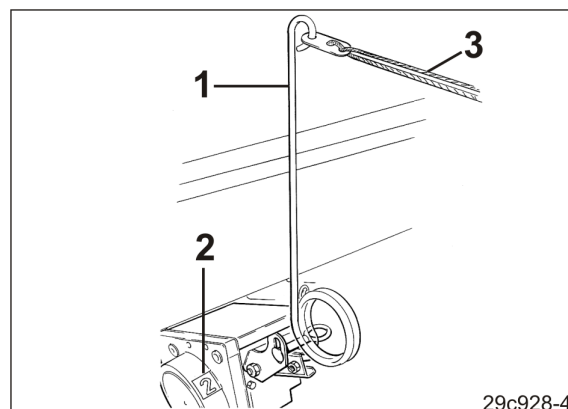

Fig. 207
3. Regular o contador de sulcos de marcha imediatamente antes de iniciar o trabalho ao puxar a alavanca de comando (Fig. 207/1). O contador de sulcos de marcha atual aparece na janela (Fig. 207/2) da caixa de controlo. Utilizar a alavanca de comando só através da corda (Fig. 207/3) na cabine do trator.